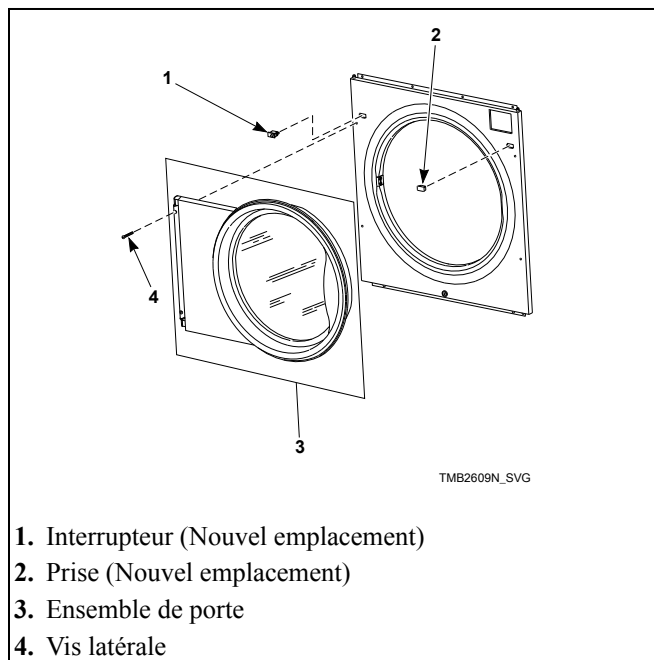

Figure 11
9. Placer le panneau avant sur la machine, insérer les quatre vis du bas. Connecter le faisceau d'interrupteur de porte à l'interrupteur, dans un endroit différent. Installer l'ensemble de porte et insérer quatre vis latérales de panneau avant. Se reporter à la *Figure 11*.